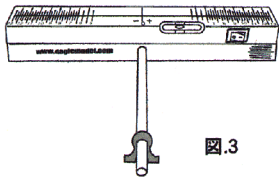

図.3
- まず始めに、センターバーのセンタースタンドが付いていない側にホールドスタンドを通します次に、レーザー・シェイクスタンドをホールドスタンドに正しく重ねホールドスタンドの下側に付いている高さ調整用スクリューで水平を出します。このとき、重ねたレーザー・シェイクスタンドの水平器を注意深く見て作業を行ってください。(図.3参)